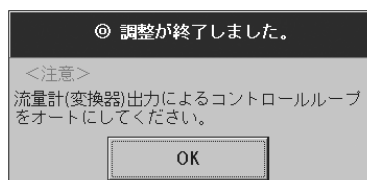

図44
- ⑤ 「いいえ」をクリックして20mAの調整を行う場合は4mAの調整と同様に行い、接続した電流計の指示が20mAになったことを確認してください。
- ⑥ 4mAの調整と同様、再度調整を繰り返すかどうか聞いてきますので、繰り返す場合は「はい」を、20mAの調整を終了する場合は「いいえ」をクリックしてください。
- ⑦ 「いいえ」ボタンをクリックすると、アナログ出力値の調整は終了です。図44のような「調整が終了しました」のメッセージボックスが現れますので、「OK」ボタンをクリックしてください。